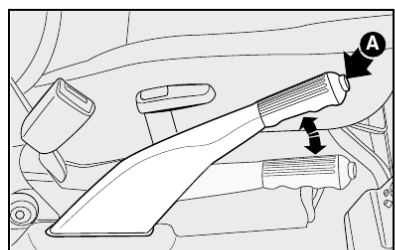

fig. 1
FREIO DE MÃO fig. 1
1) Levantar levemente a alavanca e apertar o botão de desengate **A-fig.1**.